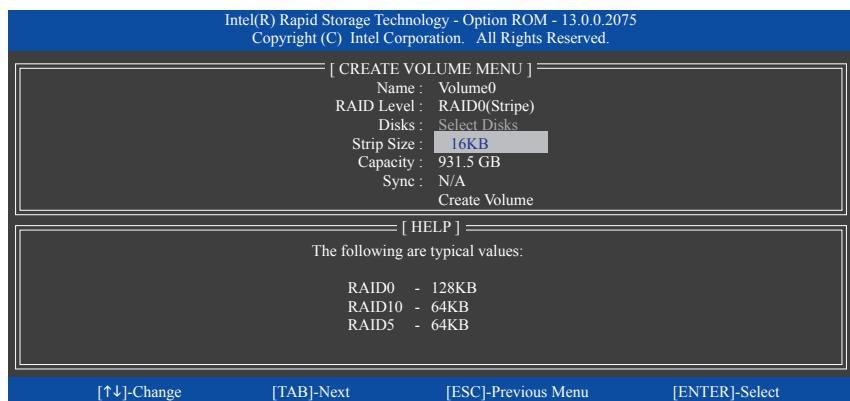

図 12
**Disks** の項目で、RAID アレイに含めるハードドライブを選択します。取り付けたドライブが 2 台のみの場合、ドライブはアレイに自動的に割り当てられます。必要に応じて、ストライプブロックサイズ (図 12) を設定します。ストライプブロックサイズは 4 KB~128 KB まで 設定できます。ストライプブロックサイズを選択してから、<Enter> を押します。